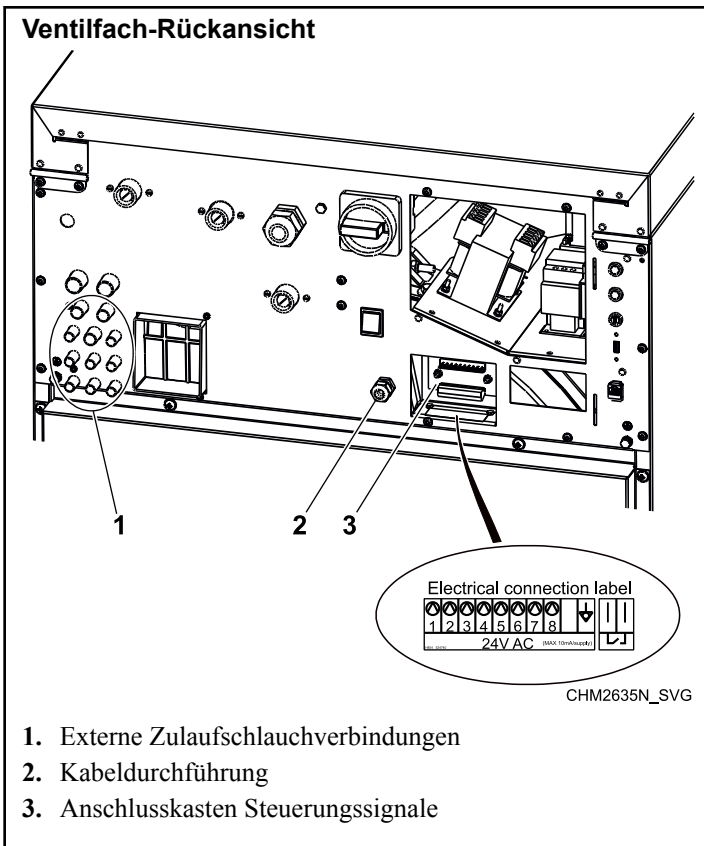

Abbildung 36
- 1. Der Rückseite der Maschine zuwenden und die acht (8) 8 mm [5/16 Zoll] Zulaufschlauchverbindungen auf der linken Seite der Ventiltafel lokalisieren. Siehe *Abbildung 36*.
Der Stromanschluss für Versorgungs-Steuersignale befindet sich an der Rückwand. Siehe *Abbildung 36*. Am Anschlusskasten ist ein Schild für den Stromanschluss angebracht. Details zum Anschluss der Signale finden Sie auch im Schaltplan zu der Maschine.